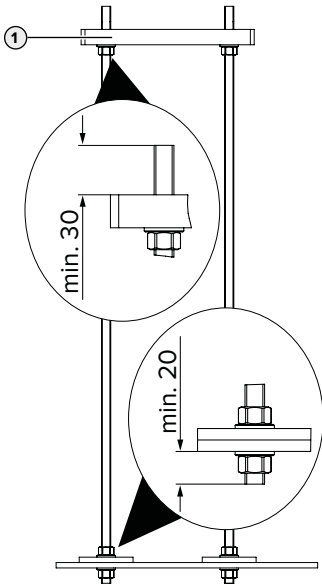

Abb. 3: Position der Unterlegscheiben und Muttern [mm]
- ▶ Die Flachstähle mit je einer Mutter und einer Unterlegscheibe unter Beachtung der Abb. 3 sichern. Darauf achten, dass das Fundament-Befestigungs-Set waagrecht ausgerichtet ist.
- ▶ Zugehörige Fundament- bzw. Adapterplatte **(1)** (als Zubehör erhältlich) unter Beachtung der Abb. 3 auf dem Fundament-Befestigungs-Set montieren.